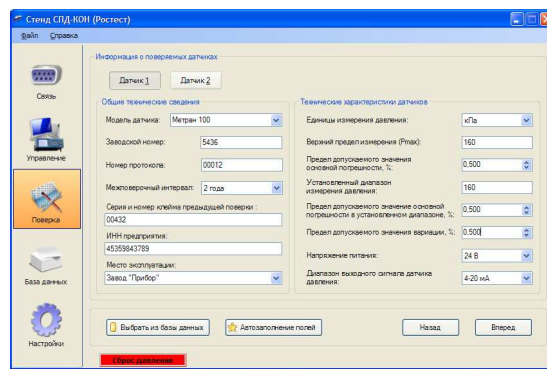

Рис.3 Ввод информации о поверяемых приборах.
2. Ввод информации о поверяемых датчиках (рис.3).